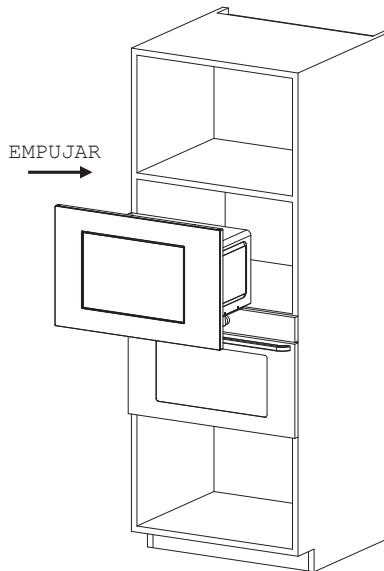

Fig. 1
② INSTALACIÓN:
a) Coloque el horno de microondas en el armario empotrado y empújelo hacia delante hasta el final. (Fig. 1)